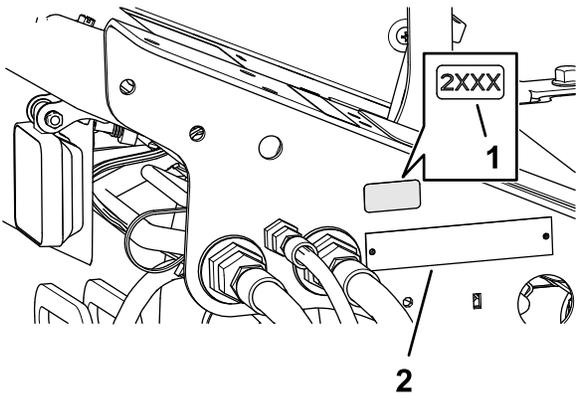

图 38
- 使用外用酒精和干净的抹布清洁序列号牌旁边的地板支架区域并让支架晾干图 38。